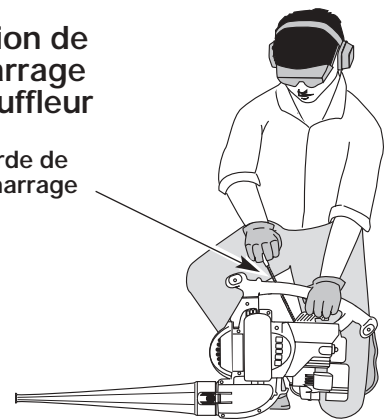

Fig. 12
AVERTISSEMENT: éviter le démarrage accidentel. Se tenir en position de démarrage pour lancer le moteur (Fig. 12 et 13). Lors du démarrage, l'opérateur et l'outil doivent être en position d'équilibre afin d'éviter le risque de blessures graves. D'autre part, pour le démarrage, l'outil doit toujours être posé sur une surface propre et ferme. Les matériaux tels que le gravier, le sable, la poussière, l'herbe, etc. peuvent être aspirés par l'admission d'air et projetés par la sortie de l'outil.
3. Mettre l'outil en position de démarrage (Fig. 12 ou 13). Mettez la manette des gaz en position de ralenti (☘).